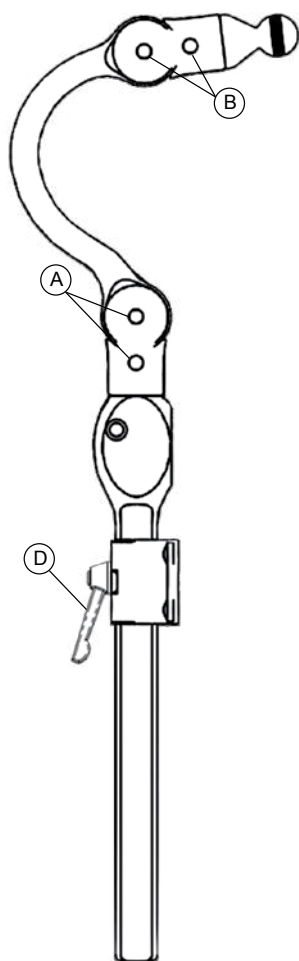
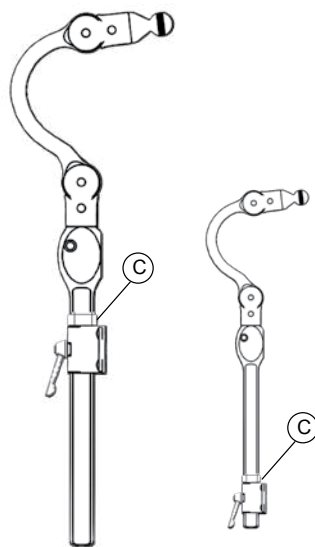
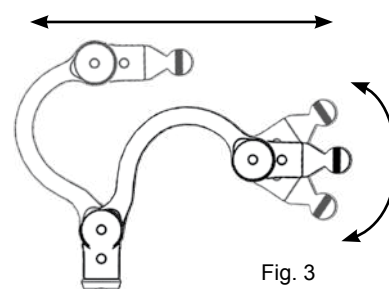
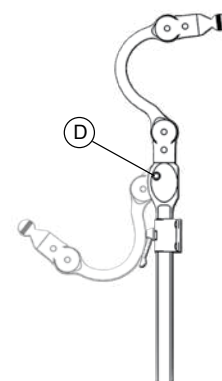

Fig. 1
Fig. 2
Fig. 3
Fig. 4
1. Vertical - Desserrez la manette de levier (Fig. 1, D) et réglez à la hauteur appropriée puis abaissez le collet de butée (Fig. 2, C). La barre verticale peut pivoter pour obtenir un angle de réglage supplémentaire pour l'assemblage coussinet/plateau inférieur.
2. Réglage de la profondeur et de l'angle - Desserrez les vis de serrage (Fig. 1, A & B) pour le réglage de la profondeur et de l'angle. Observez l'angle de réglage présenté en figure 3.
3. Pour renverser l'appui-tête, appuyez sur le bouton (Fig. 4, D) et repoussez l'unité en arrière.
1. Dégagez le capuchon du pivot horizontal (Fig. 2, B). Placez la poignée en T ou le tournevis sous le capuchon et poussez vers le haut et l'extérieur. Voir Fig. 1. Le doigt d'indexage sur le collet anti-pivotement (Fig. 1, C) s'engage dans la fente en haut du récepteur amovible (Fig. 1, D) pour empêcher le pivotement.
2. Horizontal / Angle – Desserrez les boulons du pivot (Fig. 1, A) pour les réglages de la profondeur (Fig. 4) et de l'angle (Fig. 3). Il n'est pas nécessaire de serrer complètement toutes les vis tant que la position finale n'a pas été atteinte.